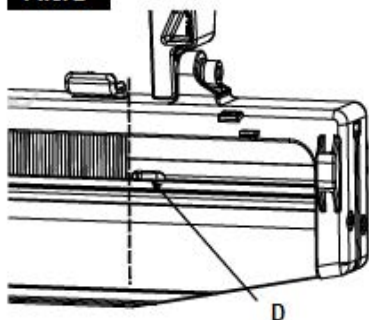

Рис. 3
3. Этот инструмент использует подпружиненный байпасный рычаг для загрузки и выгрузки гвоздей. Как только гвозди будут вставлены правильно, полностью потяните толкатель (B) назад, нажимая на перепускной рычаг толкателя (C). (См. рисунок 3)